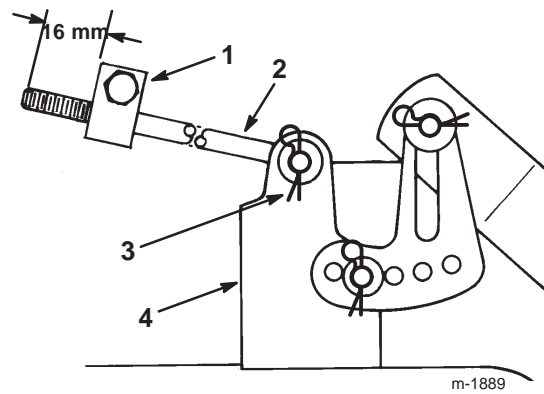

Bild 49
9. Messen Sie die Länge der Stange, die vorne aus dem Einstellblock an den Seiten des Rahmens heraussteht (Bild 49). Entfernen Sie, wenn die Länge der Stange nicht 16 mm beträgt, den Splint und die Scheibe vom Ende der Stange (Bild 49) und drehen Sie die Stange, bis die Länge von 16 mm erreicht ist.